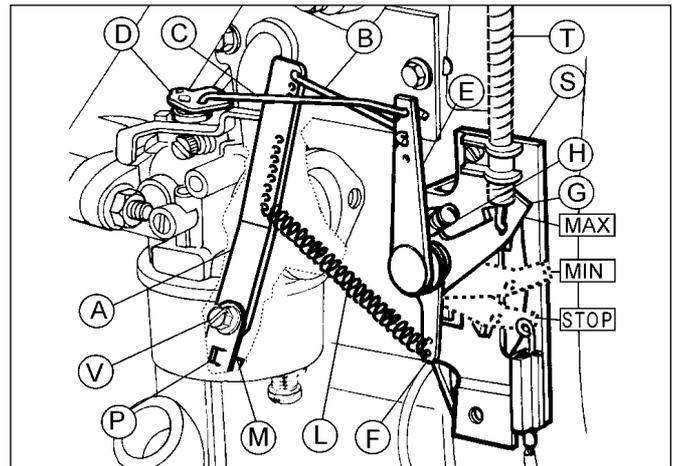

Abb. 10
#### a) BESCHREIBUNG UND EINSTELLUNG (Abb. 10)
#### c) DREHZAHREGULIERUNG (Abb. 10 und 11)
Es sind zwei Arten unterschiedlicher Stellorgane: für die Fern- sowie manuelle Betätigung anzutreffen. Fernbetätigte Fliehkraftregler besitzen eine Fliehkraftreglerplatte (S) und einen mittels eines Spannstücks befestigten Bowdenzug (Abb. 10).
#### e) EINSTELLEN DES FLIEHKRAFTREGLERS (Abb. 10)